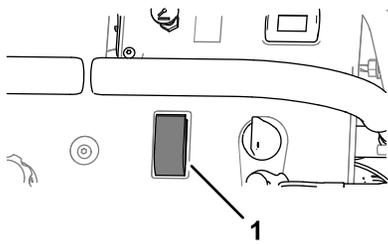

Figure 43
9. Réglez la commande de la pompe à la position MARCHE (Figure 43).